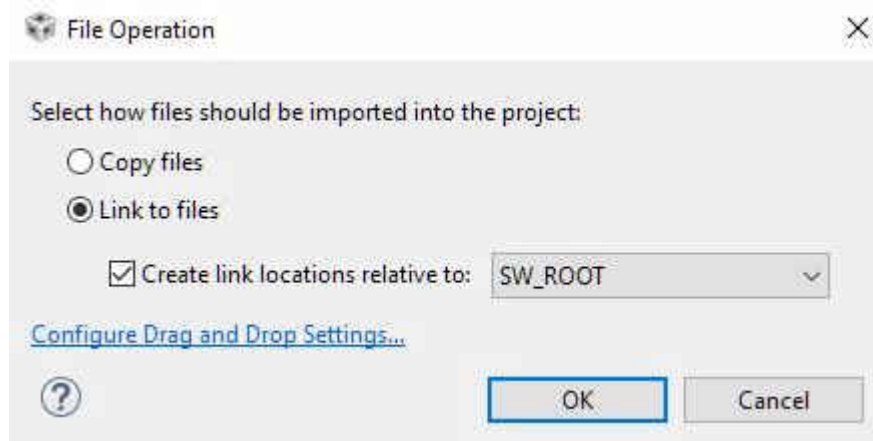

图 3-4. 针对其他 TivaWare 文件的建议链接位置路径
4. 添加文件时，CCS 将询问是复制还是链接文件。选择“Link to files”选项 (图 3-4)。如果从 TivaWare SDK 中添加另一个文件，建议将“Create link locations relative to:”路径更改为“SW\_ROOT”。**SW\_ROOT** 是计算机上基础 TivaWare SDK 目录的 TivaWare 定义路径。